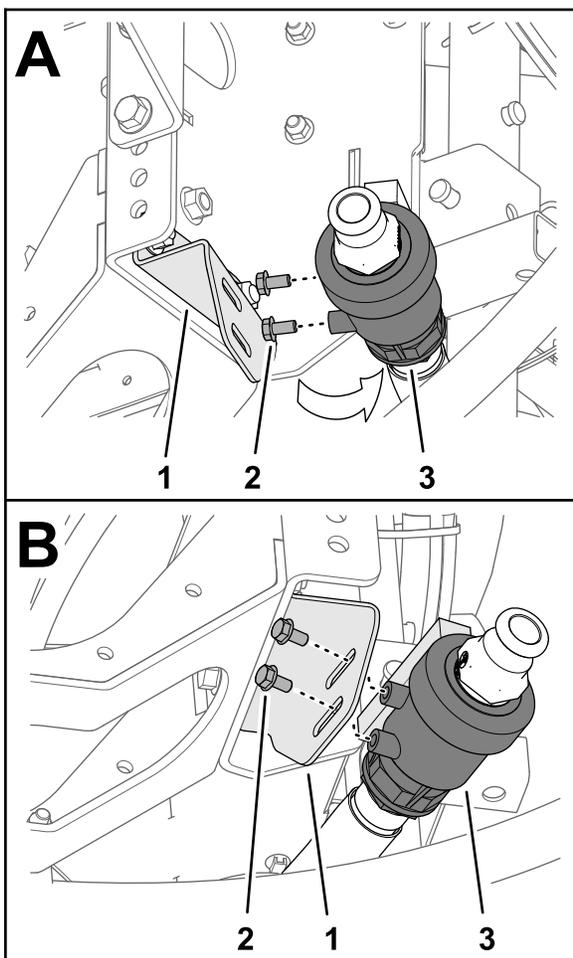

Figure 14
3. Retirez les 2 boulons à embase (5/16"x 5/8") du boîtier du robinet de vidange (Figure 14).
4. Fixez le robinet de vidange sur son support (Figure 14) à l'aide des 2 boulons à embase (5/16" x 5/8") que vous avez retirés à l'opération 3.